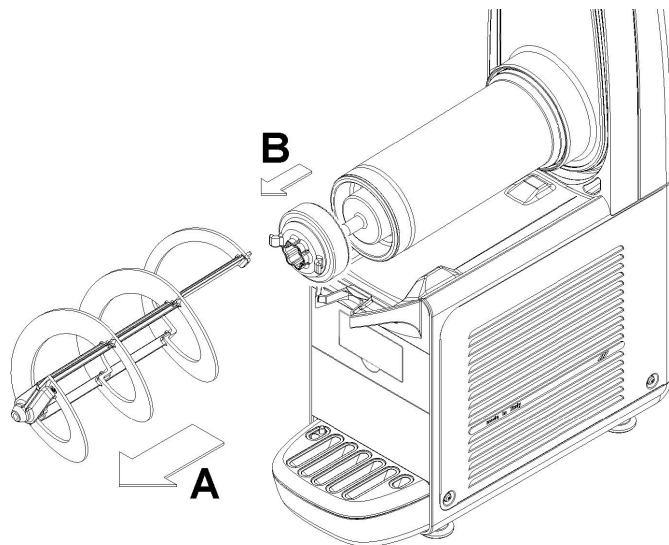

figura 9
3 Rimuovere il mescolatore sfilandolo dal cilindro evaporatore. Quindi rimuovere il giunto esagonale (vedere figura 9).
- 3 Rimontare il rubinetto sul contenitore con sequenza inversa rispetto a quella di figura 9 e 10.